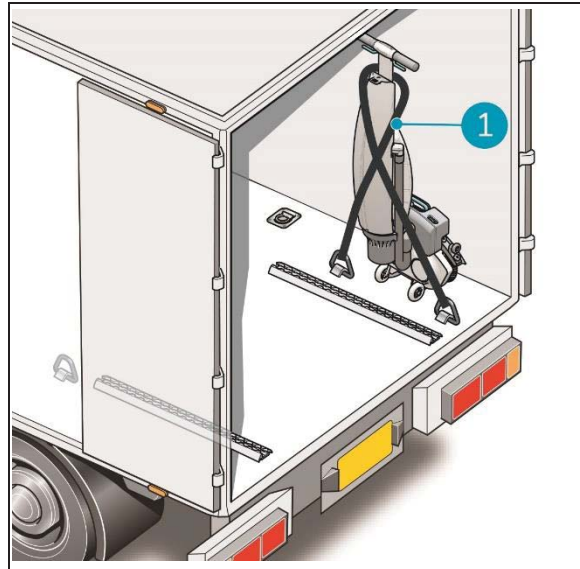

Figure 7
5. Fixez l'i-mop® à l'aide d'une courroie de tension ou d'un autre dispositif de retenue approprié (Figure 7, pos 1).